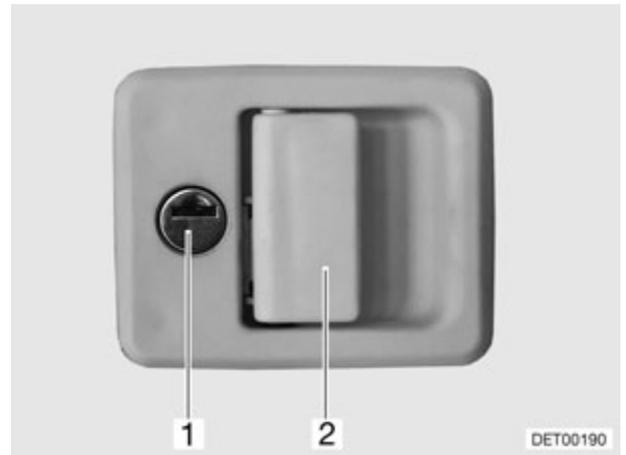

Fig. 29 Serrure du portillon (variante 1)
- Insérer la clé dans le barillet (Fig. 29,1) et la tourner d'un quart de tour. La serrure du portillon est ouverte.
- Tirer sur la poignée de la serrure (Fig. 29,2). Le portillon extérieur est ouvert.